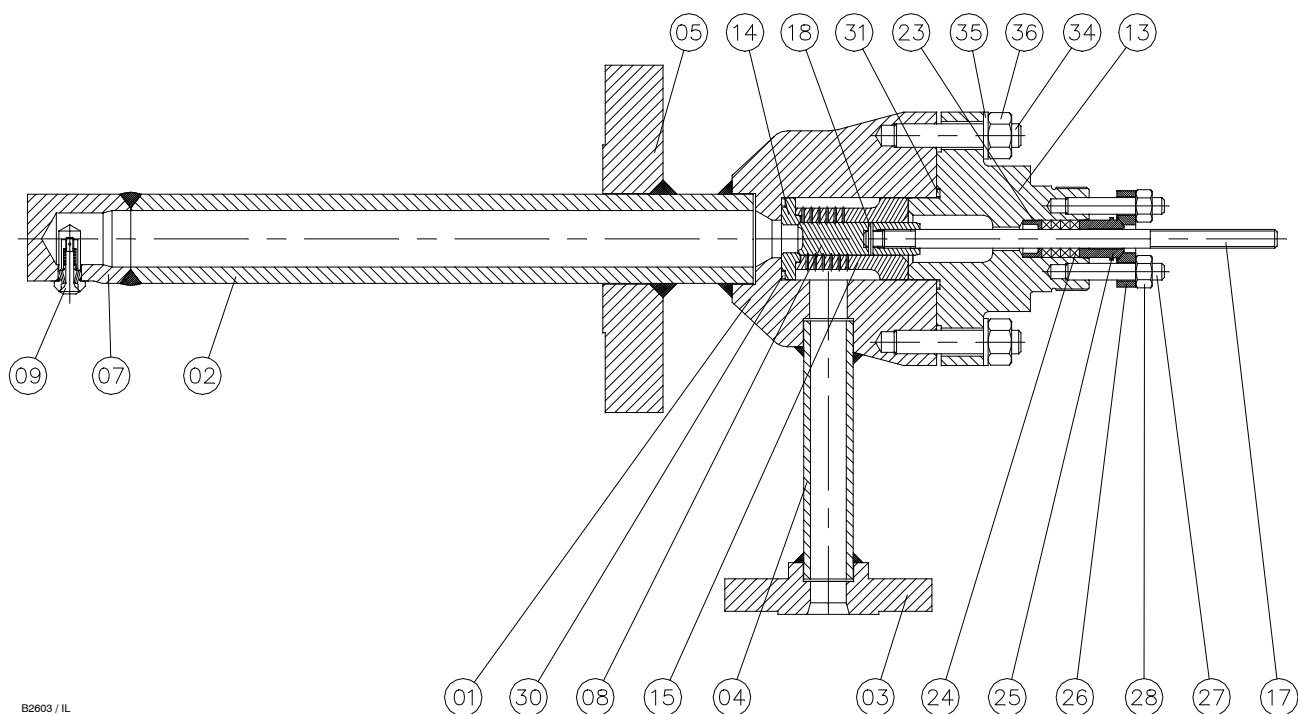

Рис. 6. Сборка DVG/AF
2. Снимите привод с DVG/AF в соответствии с инструкциями изготовителя привода по демонтажу. При выполнении следующих действий см. рис. 6.
Каждому парохладителю в сборе присваивается серийный номер, который можно найти на монтажном фланце. Серийный номер необходим при обращении в торговое представительство компании Emerson Process Management для получения технической помощи. Для идентификации деталей при размещении заказа можно использовать номера позиций, указанные на рис. 6.